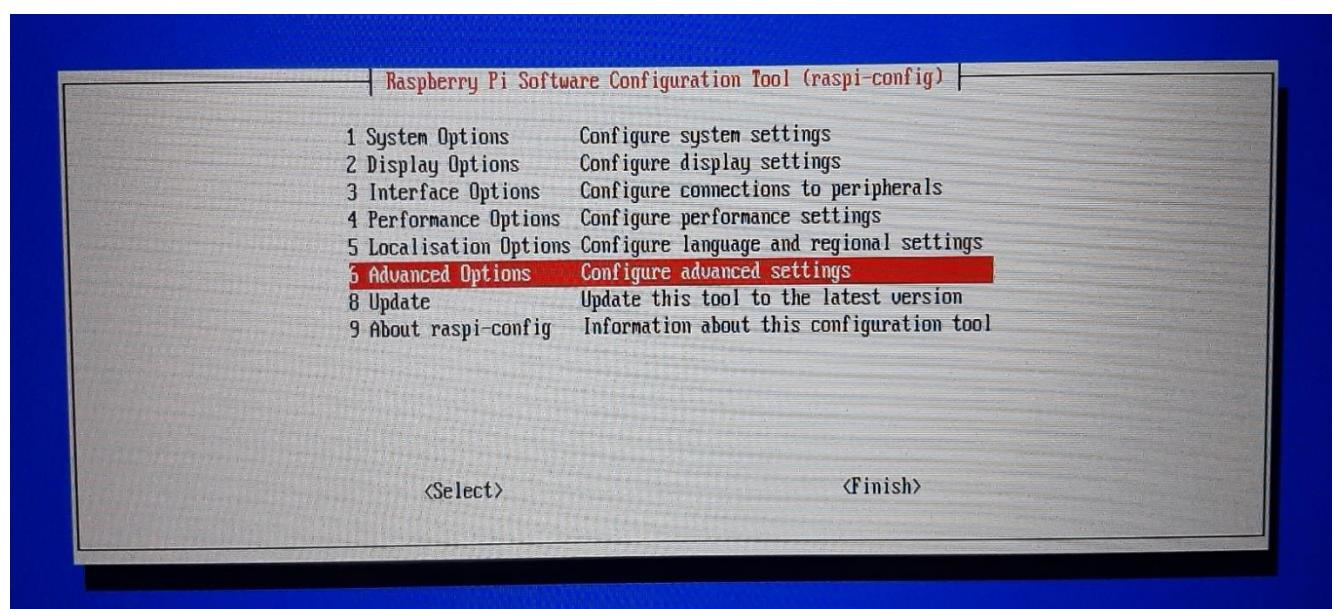

Рис.13 Пункт A6 Advanced Options
- в появившемся окне программы raspi-config выбрать последовательно, как показано на Рис. 13